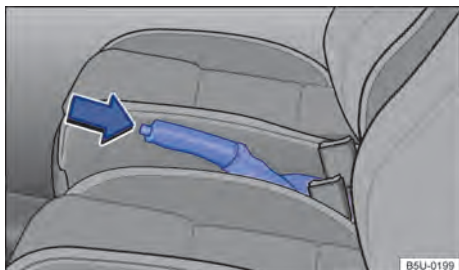

Fig. 109 Entre os bancos dianteiros: alavanca do freio de estacionamento.
- Puxar a alavanca do freio de estacionamento para cima com o botão bloqueador pressionado → Fig. 109 (seta).
- O freio de estacionamento está puxado quando, com a ignição ligada, a luz de controle (D) no instrumento combinado está acesa → Página 124.
- Puxar a alavanca do freio de estacionamento um pouco para cima e pressionar o botão bloqueador → Fig. 109 (seta).